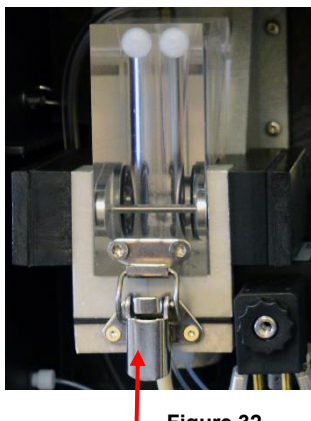

Figure 32
4. Déverrouillez la fermeture à genouillère (voir figure 32), basculez la chambre de mesure vers le haut, et retirez-la.
11. Fixez les fenêtres à l'aide des supports prévus à cet effet (voir Figure 32).